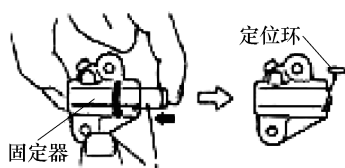

图 6-41 调整张紧器
8) 按照箭头方向转动固定器来拧入柱塞并安装定位环, 将柱塞固定到位, 如图 6-41 所示。